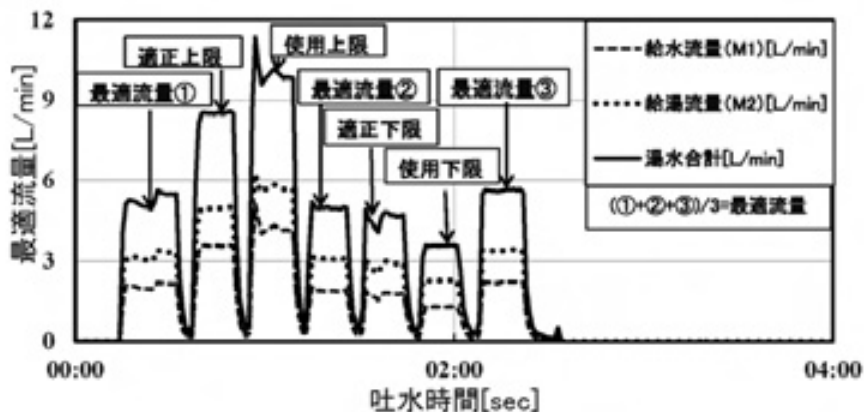

図3 簡易実験生波形
の流量の調節を、図3のように、5項目(最適流量、適正上・下限流量、使用上・下限流量)の各流量で行ってもらう。その行為を3回実施してもらい、最適流量値は、調節行為の中で図中の3つの最適流量値①～③の平均値を用いて決定する。